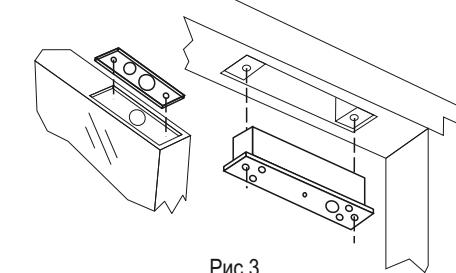

Рис.3.
- Чтобы магнитный датчик замка работал хорошо, пожалуйста, убедитесь, что дверная рама и дверное полотно находятся на одной вертикали, а зазор между ними составляет менее 8 мм рис.3.